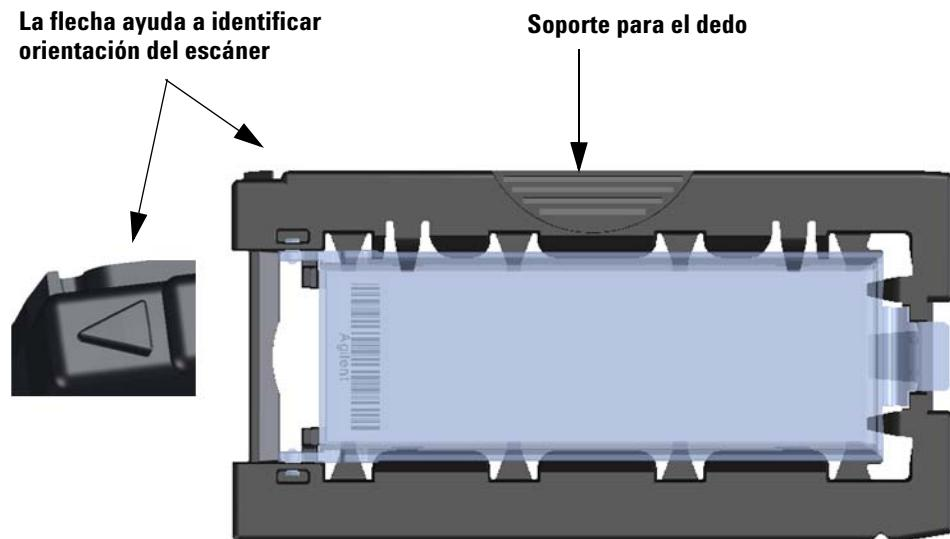

Figura 43 El portaplacas le permite insertar las placas correctamente
- 2 Levante el portaplacas mediante el soporte para el dedo. La flecha ubicada en la parte superior del portaplacas apunta hacia la izquierda cuando levanta el portaplacas correctamente. Consulte Figura 43.